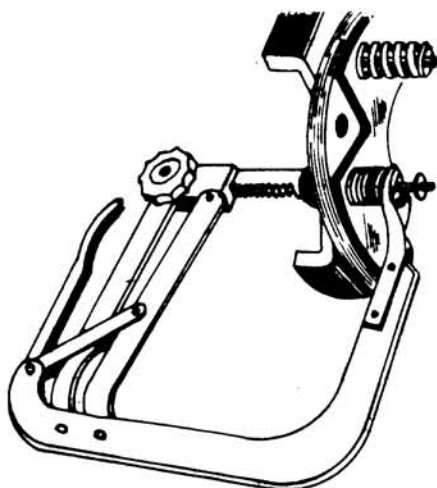

Fig. 1
- 1o Paso - *Instale el compresor de manera que la parte fija quede sobre el resorte y la parte móvil sobre una base plana (fig. 1).*